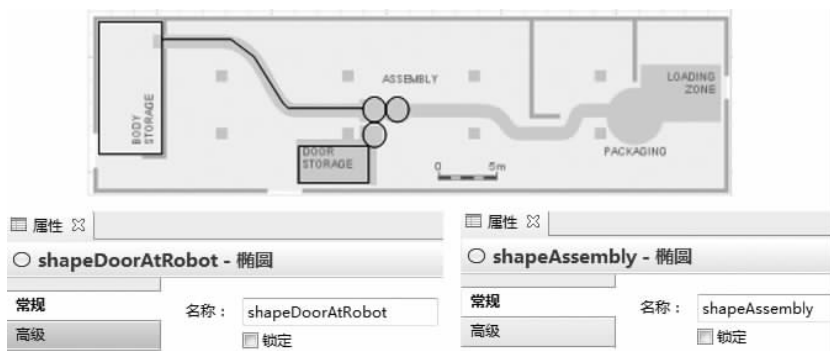

图 3-41 表示机器人洗衣机门板和成品摆放区域椭圆的设置
① 在图形化编辑器或“工程”视图中,可通过选中某元素并按住 Ctrl 键拖动,然后松开鼠标即可完成复制。
② 除了名称不同,复制得到的元素具有和原来元素完全一样的属性。
(7) 绘制两个圆环来表示机器人洗衣机门板和成品摆放的区域。可以通过上述的复制元素操作来绘制这两个圆,或直接通过复制和粘贴命令实现复制操作,如图 3-41 所示。
(8) 将下侧圆环命名为 shapeDoorAtRobot。
(9) 将右侧圆环命名为 shapeAssembly。